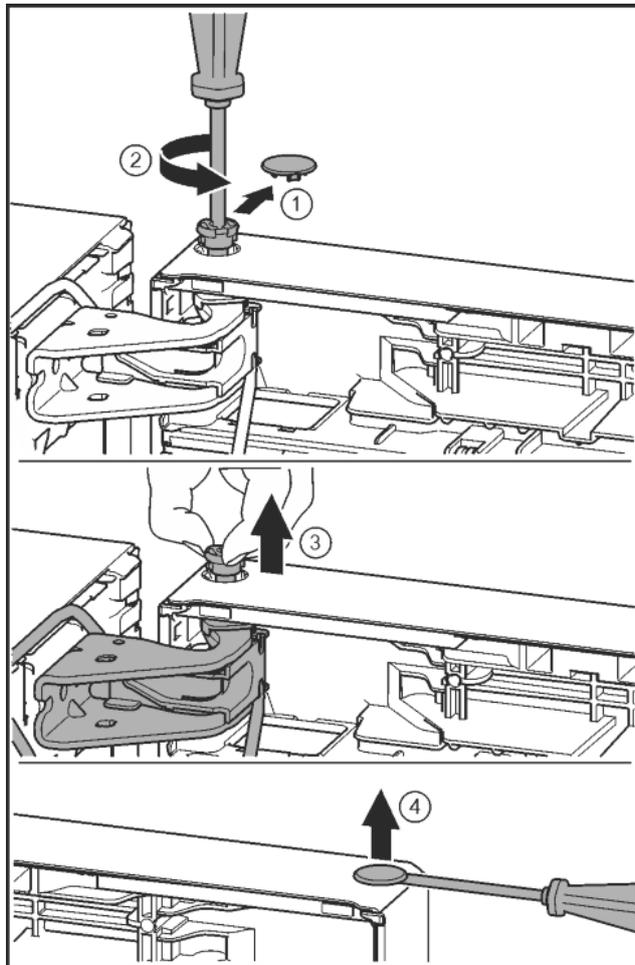

Fig. 24
- ▶ Facendo attenzione, togliere la copertura di sicurezza. Fig. 24 (1)
- ▶ Con un cacciavite T15 svitare leggermente il perno. Fig. 24 (2)
- ▶ Trattenere la porta ed estrarre il perno con le dita. Fig. 24 (3)
- ▶ Con un cacciavite sollevare con attenzione i tappi dalla boccia del supporto porta ed estrarli. Fig. 24 (4)